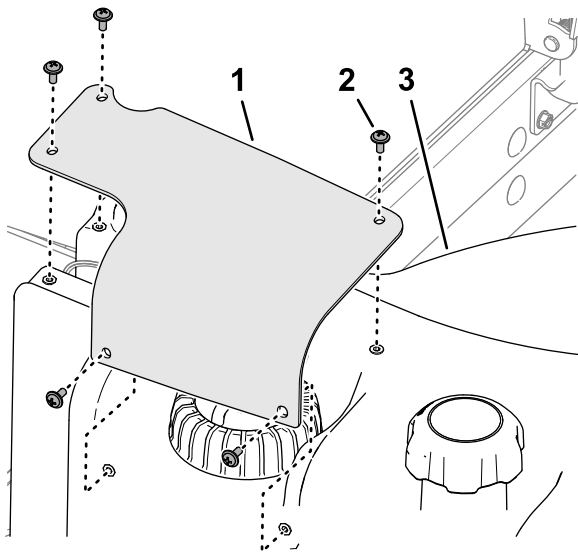

図 95
7. 燃料センダのカバーについている穴を燃料タンクの穴に合わせ、プラスねじ5本でカバーをタンクに取り付ける 図 95。